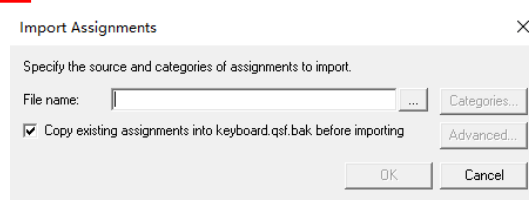

图 2.9 Import Assignments 对话框
- 4) 下次需要加载以前保存的管脚配置文件, 在菜单栏选择 Assignments—>Import Assignments, 打开图 2.9 所示对话框, 找到前面保存的配置文件, 点击 OK 按钮, 加载设置